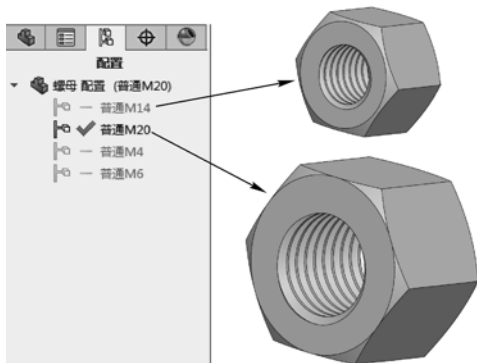

图 1-10 添加其余普通螺母配置
STEP 3 通过相同操作，添加另外两个普通螺母配置，并根据表 1-1 修改相关尺寸，令其符合规定，如图 1-10 所示。